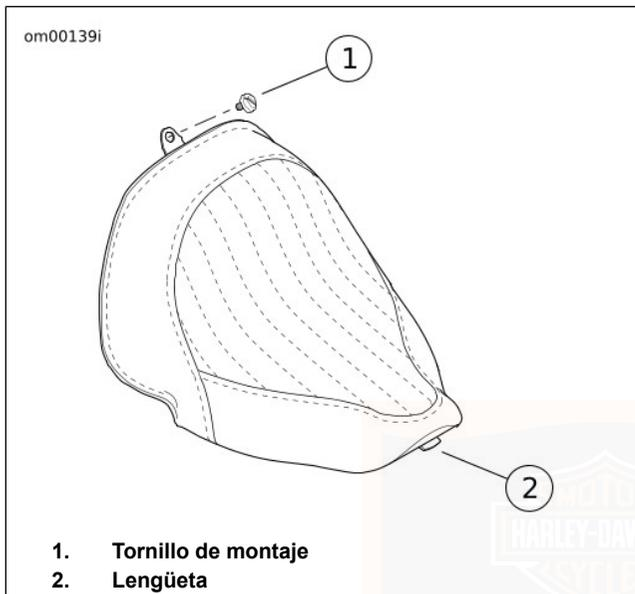

Figura 80. Asiento: FLS, FLSS
1. Vea Figura 80. Quite el tornillo de montaje del asiento (1) de la parte superior del guardabarros trasero.
1. Vea Figura 80. Coloque el asiento en la parte trasera de la estructura.
2. Deslice el asiento hacia la parte delantera de la motocicleta hasta que la lengüeta (2) quede asegurada en la ranura o en la pieza de soporte de la parte trasera de la estructura.
4. Con la mano, apriete el tornillo de montaje del asiento (1).